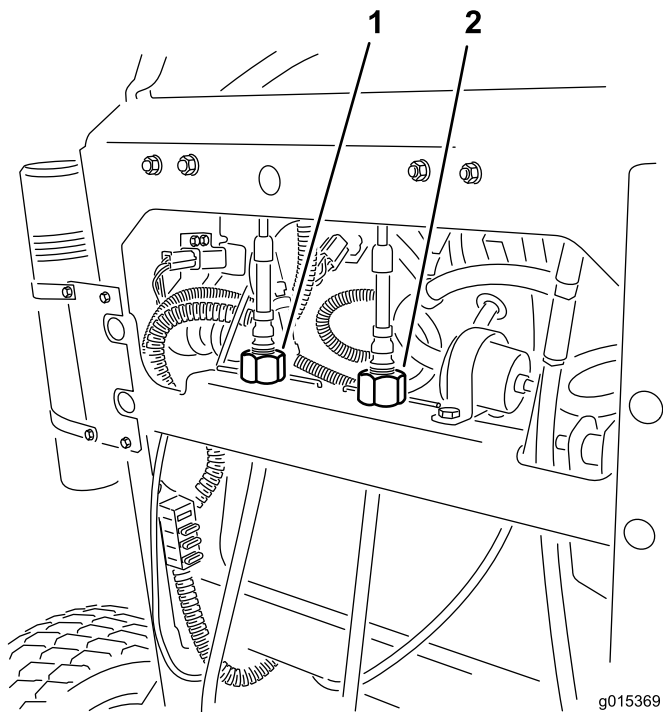

図 57
4. 右ケーブル調整器を回して、右側コントロールレバーがコントロールパネルのニュートラルロックスロットの中央にくるようにする（図 57）。